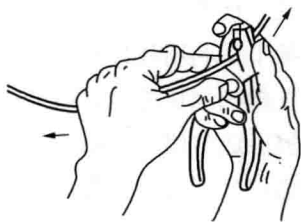

图 1-3 用钢丝钳剖削塑料硬绝缘层
(1) 使用钳子时用右手操作。将钳口朝内侧，便于控制钳切部位，将小指伸在两钳柄中间抵住钳柄，张开钳头，这样可以灵活分开钳柄。
(2) 用钢丝钳剖削 4mm^2 及以下硬线塑料线绝缘层时，剖削方法如下：用左手捏住导线，在需剖削线头处，用钢丝钳刀口轻轻切破绝缘层，但不可切伤线芯。用左手拉紧导线，右手握住钢丝钳头部用力向外勒去塑料层，如图 1-3 所示。